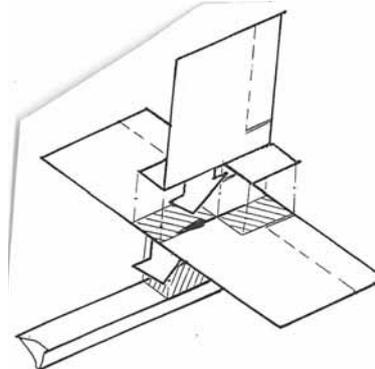

Рис. 8
7. Горизонтальное оперение (дет. 6) наклеить на конец фюзеляжа (рис. 8), а уже на него наклеить вертикальное оперение (дет. 5), отогнув в разные стороны клапаночки его основания.